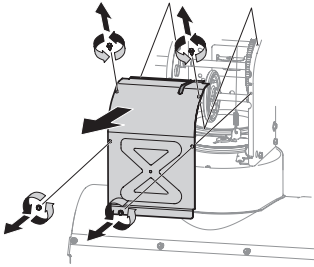
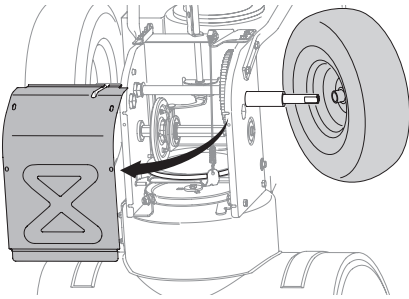

Figura 82
Figura 90
3. Quite la cubierta del bastidor de la parte inferior extrayendo los tornillos autorroscantes (Figura 82).
5. Quite la cubierta del bastidor de la parte inferior extrayendo los tornillos autorroscantes (Figura 82).
3. Quite la cubierta del bastidor de la parte inferior extrayendo los cuatro tornillos autorroscantes (Figura 82).
5. Usando los cuatro tornillos autorroscantes, vuelva a instalar la cubierta del bastidor (Figura 82).
4. Quite la cubierta del bastidor de la parte inferior extrayendo los tornillos autorroscantes (Figura 82). Retire la rueda derecha quitando el tornillo y la arandela de campana que la aseguran al eje. Consulte (Figura 90).